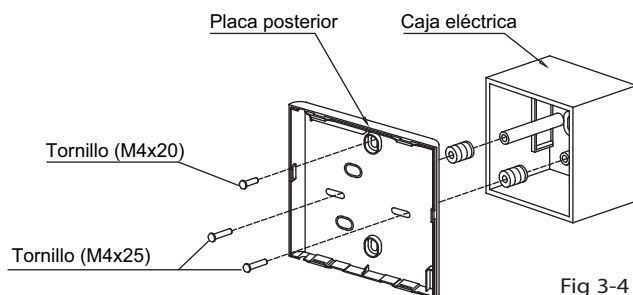

Fig 3-4
- Para fijar el control cableado a una caja eléctrica, fijar la placa posterior del control cableado a la caja con 2 tornillos (M4x25) y fijarlo a la pared con 1 tornillo (M4x20) (Fig.3-4).